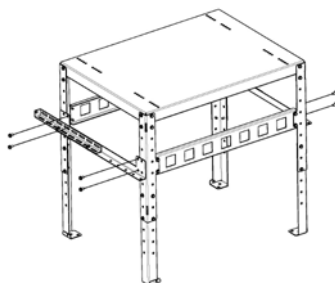

Fig. 34 - zamontować wzmocnienia + przedłużenia na konstrukcji;
- Przymocować też wzmocnienia + przedłużenia zamontowane wcześniej (patrz **Fig. 34**);